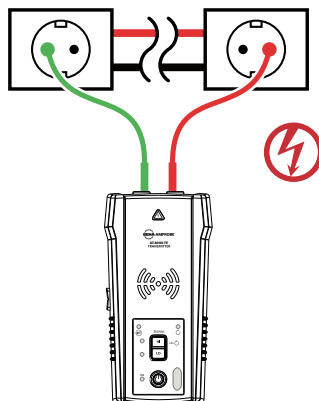

Figura 3.1a: Ligação correta com neutro independente
2. Utilizando os cabos de teste acessórios, ligue o cabo de teste vermelho ao cabo de corrente/fase a ser localizado. No caso de sistemas com eletricidade, o sinal será transmitido APENAS entre o lado da carga ao qual o transmissor está ligado e a fonte de alimentação (ver Figura 3.1a).